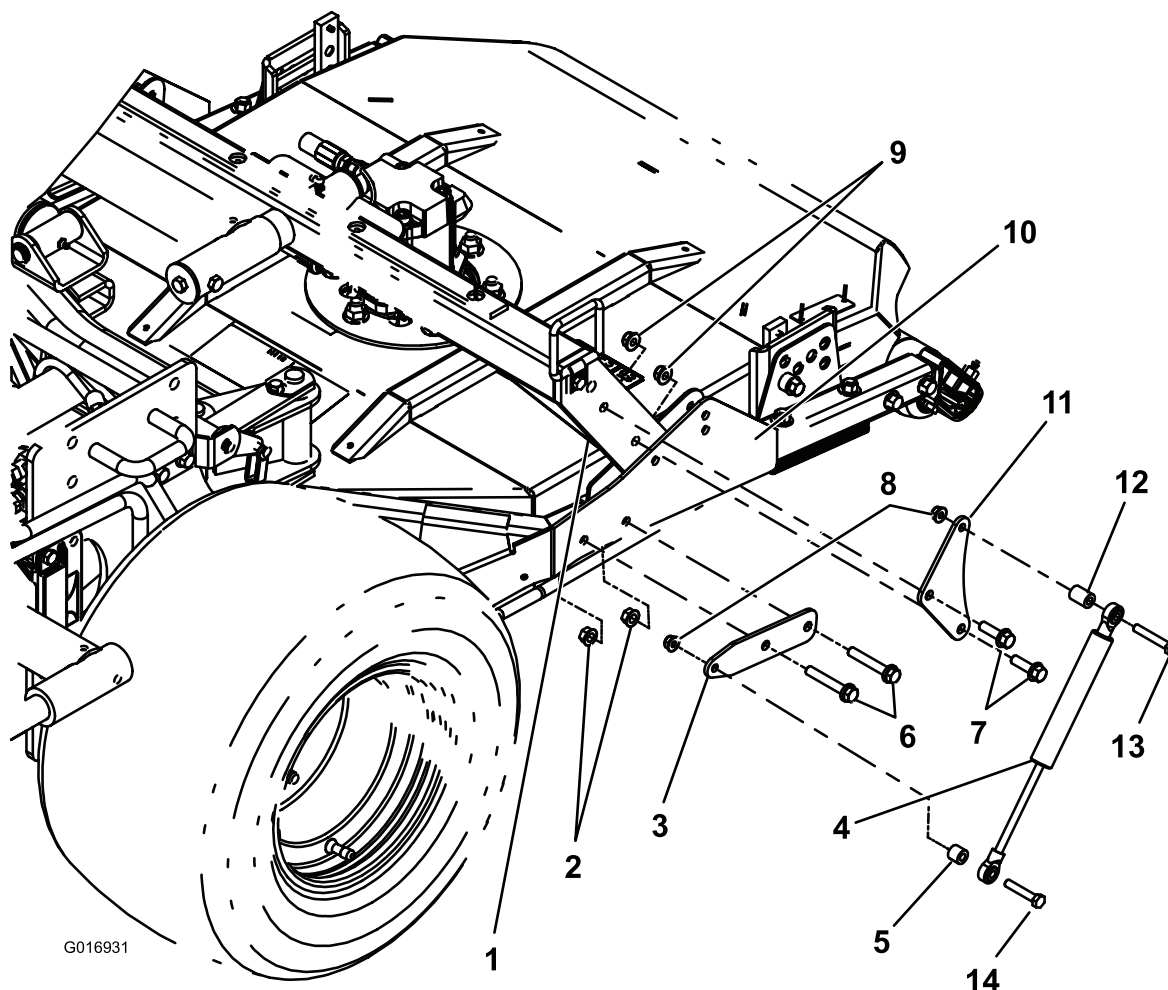

Figure 2
3. Fixez la plaque de montage d'amortisseur avant au cadre du plateau avec 2 boulons à tête-embase hexagonale (3/8 x 2-1/4") et 2 écrous à embase (3/8"), comme illustré à la (Figure 2).
4. Fixez la plaque de montage d'amortisseur arrière au bâti porteur avec 2 boulons à tête-embase hexagonale (3/8 x 1-1/4") et 2 écrous à embase (3/8'') (Figure 2).
5. Fixez l'amortisseur aux plaques de montage avant et arrière avec une entretoise longue, une entretoise courte, un boulon à tête hexagonale (5/16 x 2''), un boulon à tête hexagonale (5/16 x 1-3/4'') et 2 écrous à embase (5/16'') (Figure 2).